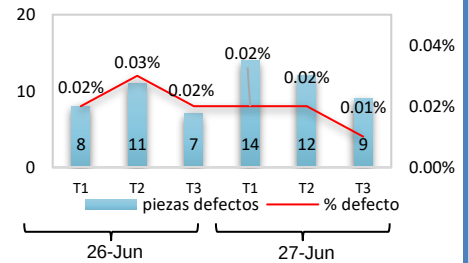

Fig. 38
1.4. Después de los ajustes confirmamos su variación durante los siguientes turnos (Fig.38) y el defecto seguía presentandose.